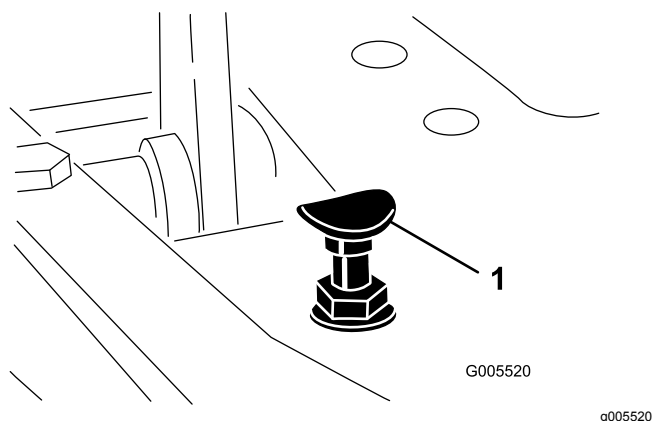

図 41
モードレバーを移動走行位置にセットし、ペダルを一杯に踏み込めば最高速度となります。ケーブルに張力が掛かる前にペダルがストップ 図 41 に当たる場合には調整が必要です。
1. モードレバーを移動走行位置にセットし、ペダルストップを固定しているロックナットをゆるめる図 41。